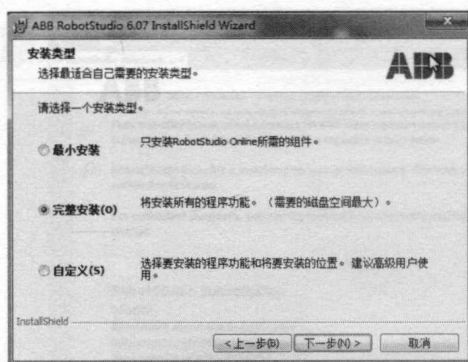

图 1.13 选择“完整安装 (O)”
选择“完整安装 (O)”然后单击“下一步 (N)”按钮，如图 1.13 所示。